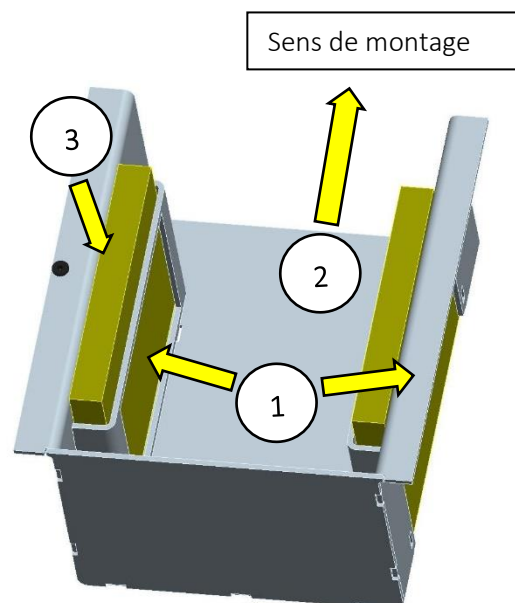
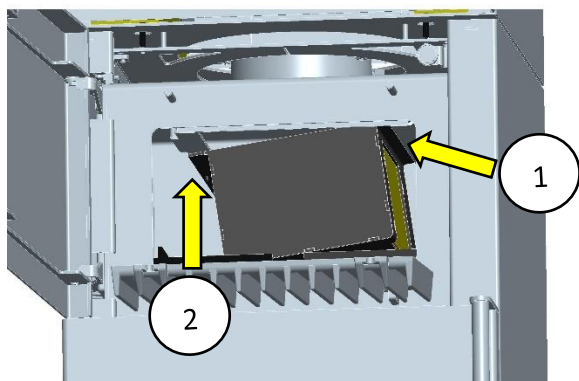

Fig. 14 : plaques de catalyseur et support
Fig. 15 : insérer la technique de filtre HiClean® wotdke HCF03 (catalyseur)
1. Insérer les deux plaques de catalyseur dans le support, voir Fig. 14 Pos.1.
2. Insérer le module catalyseur complet (Fig. 15). Respecter le sens de montage (Fig. 14 Pos.2, le côté ouvert du support est dirigé vers l'arrière). Pour l'installation, placer d'abord le côté droit du module sur le rail de maintien droit (Pos. 1 Fig. 15), puis soulever le module sur la gauche et le pousser légèrement vers la gauche jusqu'à ce que la vis de positionnement (Fig. 14 Pos.3) s'engage dans le rail de maintien gauche.